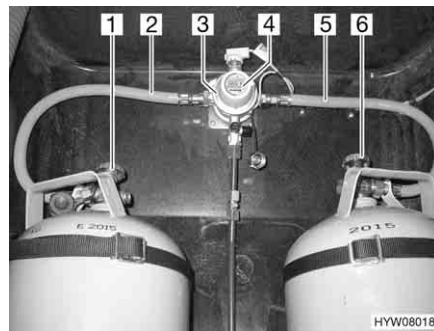
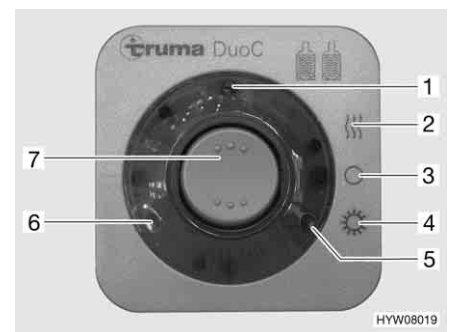

Bild 87 DuoControl-Umschaltanlage
Bild 88 Bedieneinheit
Die DuoControl-Umschaltanlage besteht aus einem Umschaltventil (Bild 87,3) und der Bedieneinheit (Bild 88). Das Umschaltventil ist zwischen den Gasschläuchen (Bild 87,2 und 5) montiert. Mit dem Drehknopf (Bild 87,4) am Umschaltventil kann bestimmt werden, welche der Gasflaschen als Betriebsflasche und welche Gasflasche als Reserveflasche verwendet wird.
An der Bedieneinheit (Bild 88) können nur die elektrischen Funktionen geschaltet werden. Die Haupt-Absperrventile der Gasflaschen (Bild 87,1 und 6) müssen von Hand geöffnet werden.
Das Umschaltventil gewährleistet einen konstanten Gasdruck, unabhängig davon, welche Gasflasche Gas liefert. Die zwei Kontroll-Leuchten an der Bedieneinheit zeigen den Füllstand der Betriebsflasche an. Wenn die grüne Kontroll-Leuchte (Bild 88,6) leuchtet, ist die Betriebsflasche voll. Wenn die rote Kontroll-Leuchte (Bild 88,5) leuchtet, ist die Betriebsflasche leer. Die Gasversorgung erfolgt dann über die Reserveflasche.
- Die Haupt-Absperrventile an den Gasflaschen (Bild 87,1 und 6) öffnen.
- Mit dem Drehknopf (Bild 87,4) am Umschaltventil (Bild 87,3) die Gasflasche wählen, der vorrangig das Gas entnommen werden soll (Betriebsflasche).
- An der Bedieneinheit (Bild 88) die DuoControl-Umschaltanlage einschalten.
Dazu den Wippschalter (Bild 88,7) auf Winterbetrieb "Ein und Heizen" (Bild 88,2) oder auf Sommerbetrieb "Ein" (Bild 88,4) stellen. Das Umschaltventil ist jetzt entlüftet. Die gelbe Kontroll-Leuchte (Bild 88,1) leuchtet, wenn Winterbetrieb gewählt wird und die Regler-Enteisungsanlage eingeschaltet ist.
- Den Wippschalter (Bild 88,7) auf "0" (Bild 88,3) stellen. Die gelbe Kontroll-Leuchte (Bild 88,1) erlischt.
- Die Haupt-Absperrventile an den Gasflaschen (Bild 87,1 und 6) schließen.
Fernanzeige Die Kontroll-Leuchten an der Bedieneinheit (Bild 88,5 und 6) signalisieren im Fahrzeuginneren, ob die Betriebsflasche betriebsbereit ist.
Gasflaschenwechsel Wenn die grüne Kontroll-Leuchte (Bild 88,6) während des Betriebs erlischt und die rote Kontroll-Leuchte (Bild 88,5) aufleuchtet, ist die als Betriebsflasche gewählte Gasflasche leer und muss gewechselt werden. Die Reserveflasche versorgt die Gasverbraucher weiterhin mit Gas.